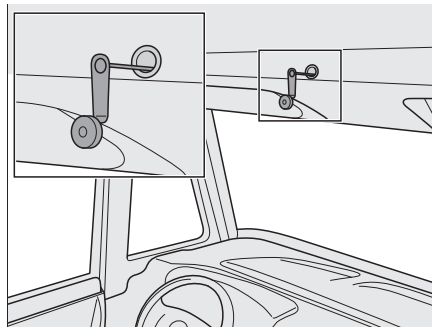

Fig. 135 Commande de secours pour le lit escamotable électrique
- ▷ En cas de panne de courant, le lit escamotable électrique peut également être commandé avec une manivelle de secours (Fig. 135). Celle-ci se trouve dans la cuisine intégrée.